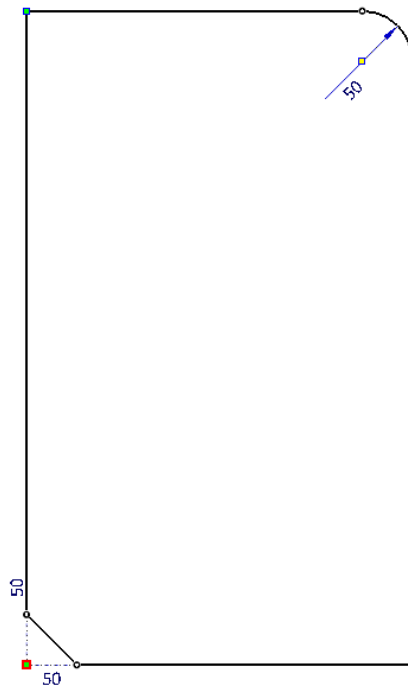

Рис. 1.5. Контур вертикальної стінки
- та за допомогою інструменту «*Кутовий зріз*»  побудувати зріз як показано на малюнку (рис. 1.5);